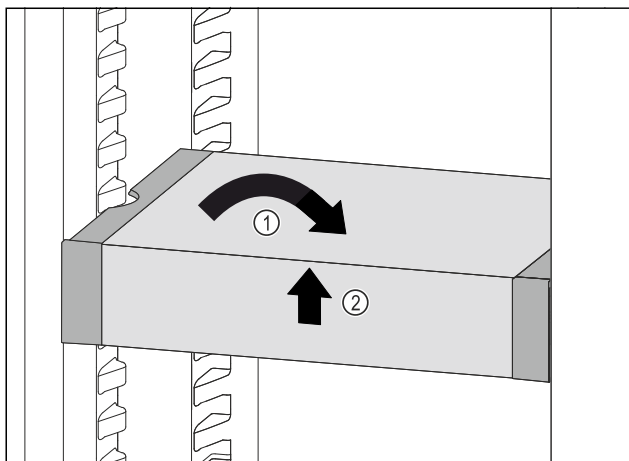

Fig. 115
- Remettre le VarioSafe droit. Fig. 115 (1)
- Soulever la partie avant du VarioSafe. Fig. 115 (2)